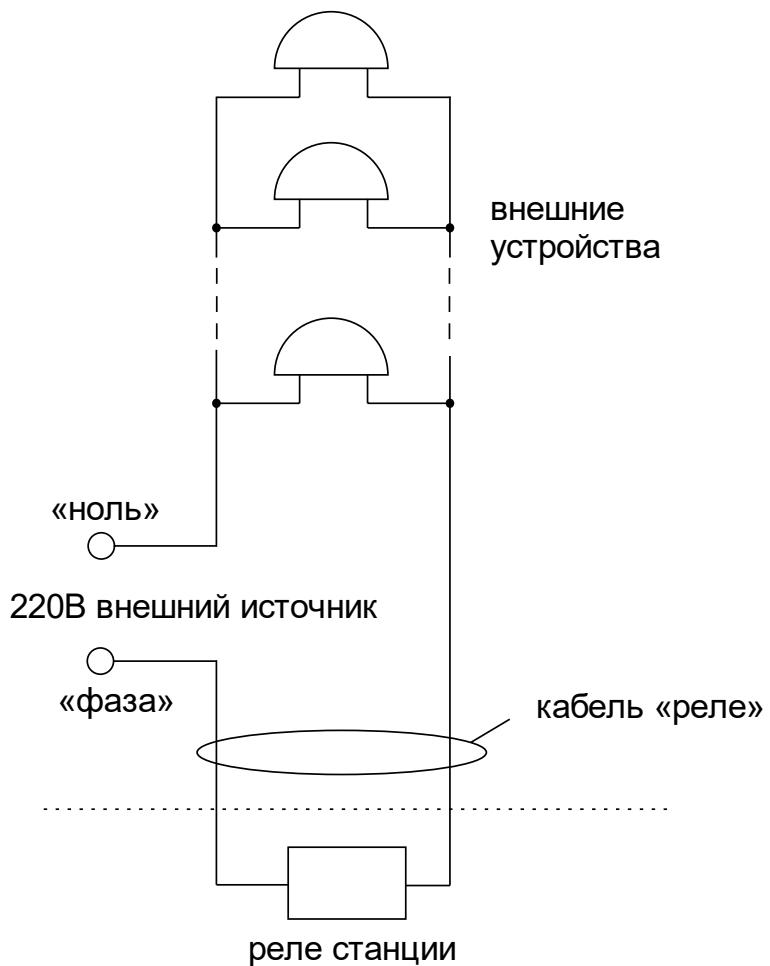

Рис. 1.
Должны быть смонтированы две линии включения внешних устройств по схеме рис. 1. В соответствии с рис. 1 питание на внешние устройства должно подаваться извне (не используется электропитание часовой станции). При этом реле часовой станции замыкают (подключают) фазу внешнего электропитания на внешние устройства каждого канала в соответствии с установленной программой.
4.5 Подсоедините кабели «Реле 1» и «Реле 2» через клеммную коробку следующим образом (см. рис. 1). На один из проводов кабеля «Реле» необходимо подать «фазу» внешней питающей электросети 220 В, предназначеннной для питания внешних устройств данного канала; второй конец кабеля «Реле» подключить непосредственно к одному из входов питания внешних устройств данного канала; другой вход питания внешних устройств данного канала подключить на «ноль» питающей электросети 220 В. Все внешние устройства одного канала должны быть соединены друг с другом по входам питания параллельно. К внешним устройствам относятся, например, школьные звонки громкого боя.